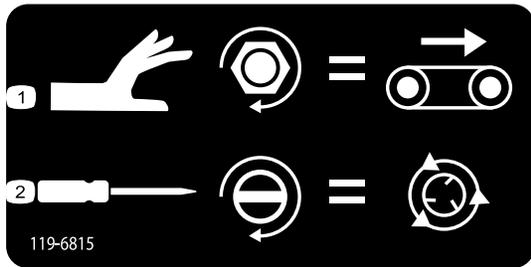

图44
- 要调整输送带速度（图44）、请顺时针转动调节钮。在颜色代码操作系统中所使用的是最大输送带速度、所以可以在没有液压流量的时候进行调整。料斗装满沙子时、这一操作非常关键。
- 要调整甩盘速度（图44）、请使用一字螺丝刀、顺时针转动增加速度、逆时针转动降低速度。